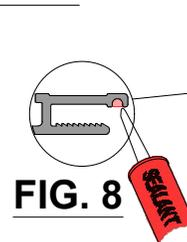

FIG. 8
- Appliquez un cordon continu de mastic de 1/8" [3] le long du récepteur. **Voir FIG 8.**